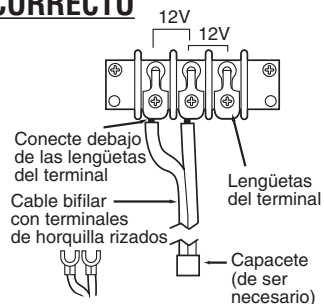

FIGURA 2
3. Prepare el cable de 12/2 dividiéndolo unas cuantas pulgadas a lo largo de las ranuras para separarlo en conductores. (Consulte la Figura 2) **NOTA:** Tenga cuidado de no cortar el aislamiento del cable dejando expuesto el hilo desnudo.
6. Conecte el cable al bloque de terminales como se muestra en la Figura 2. Asegúrese de que los terminales de horquilla están bajo las lengüetas de los terminales.
8. Instale el capacete (incluido) en el extremo del cable. Consulte la Figura 2.